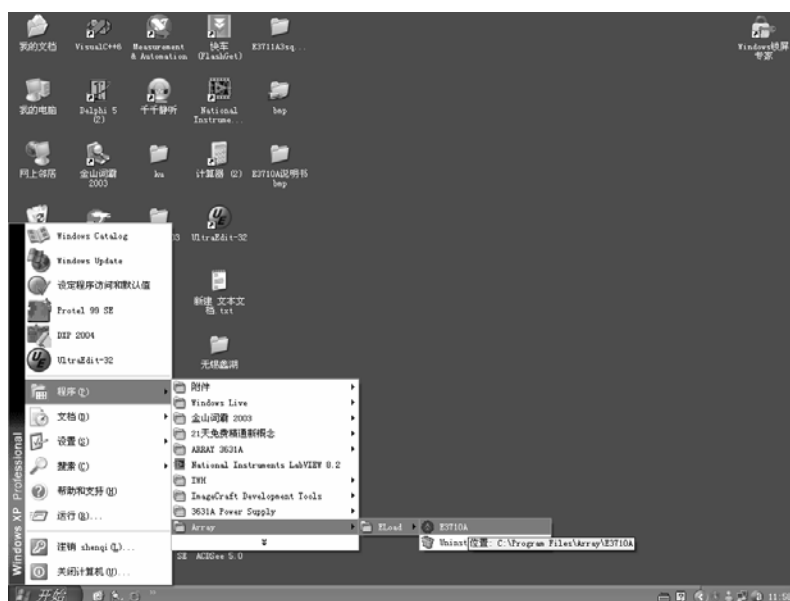

图2-1 启动程序
2.1.1 如图2-1所示，选择“开始->程序->...->ELoad”文件夹，然后点击“E3710A”或“E3711A”启动应用程序。